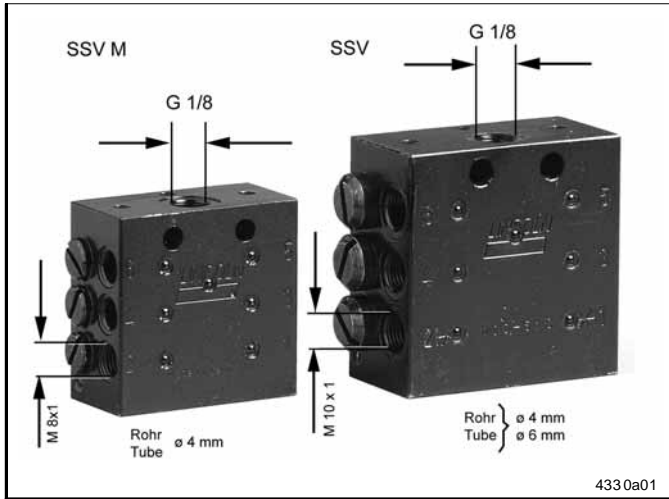

Abb. 11 Unterschiede zwischen SSV M- und SSV-Verteiler
- Die Progressiv-Verteiler SSV und SSV M arbeiten in gleicher Weise. Sie unterscheiden sich abgesehen von ihren Abmessungen (siehe Abschnitt „Abmessungen“) auch in einigen technischen Daten (Abb. 11):